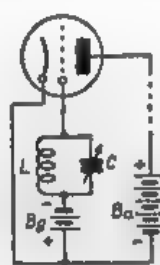

Fig. 33. Het rooster krijgt een negatieve voorspanning van de batterij B_g .
W. — Mis! In de meeste versterkingslampen is het rooster negatief *gepolariseerd* t. o. v. de kathode, d. w. z. men geeft er een zekere negatieve „voorspanning” aan, bijvoorbeeld met behulp van een batterijtje, dat geen stroom behoeft te leveren (fig. 33).